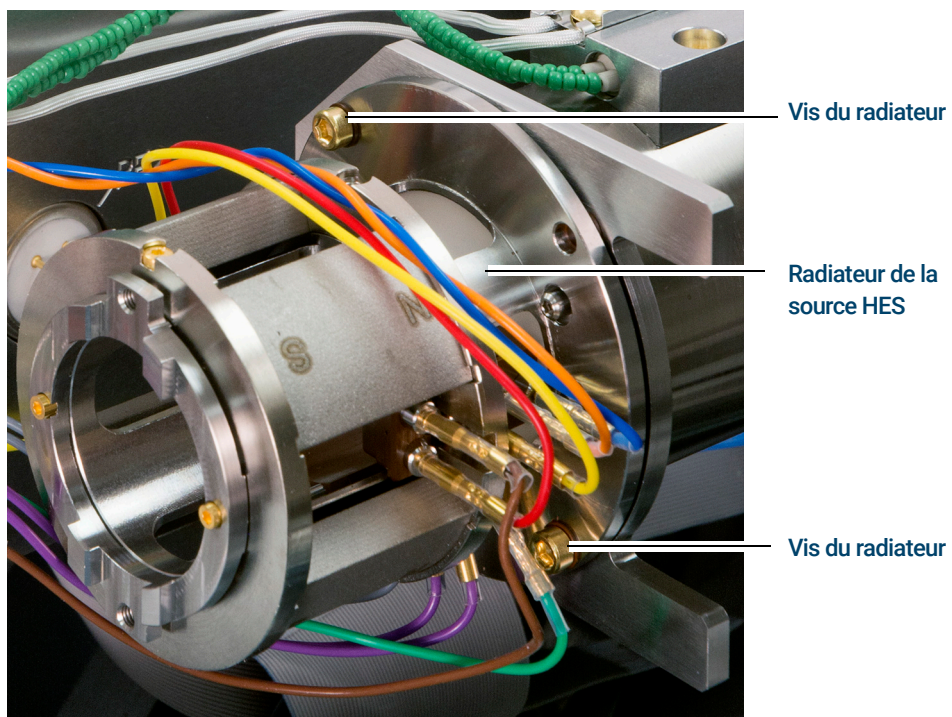

Figure 68. Dépose du radiateur de la source EI HES
- 5 Utiliser un tournevis Torx T10 pour desserrer les deux vis fixant le radiateur sur l'analyseur et placer le radiateur dans sa boîte de rangement. (Voir **Figure 68** page 237.)